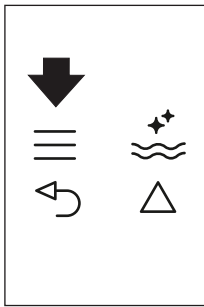
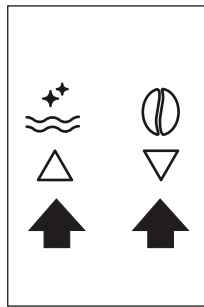

Fig. 22
Fig. 9
- ▶ Premere l'icona \equiv (B2) per entrare nel menù (Fig. 22), premere le icone Δ ∇ (B7) e (B8) (Fig. 9) fino a selezionare il messaggio "PROGRAMM. CAFFÈ".